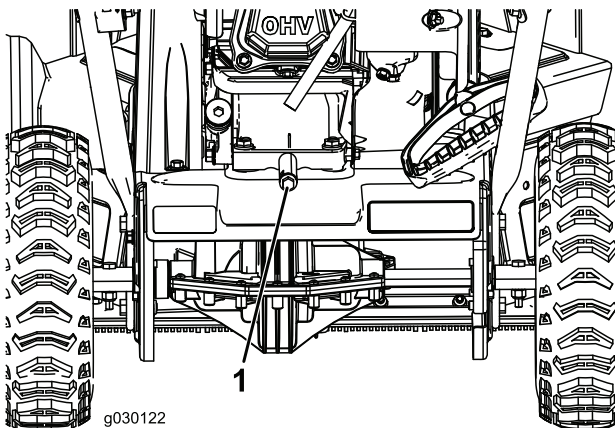

Bild 17
2. Stellen Sie eine Ölauffangwanne unter die Ölablassschraube, nehmen die Ölablassschraube und und kippen die Schneefräse nach hinten; lassen Sie das Altöl in die Ölauffangwanne laufen (Bild 17).